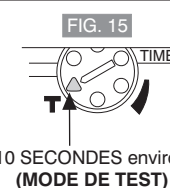
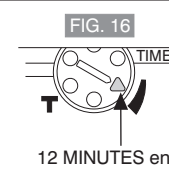

FIG. 15
FIG. 16
- Tourner délicatement dans le sens antihoraire le régulateur de la temporisation (**TIME**) et celui de la luminosité (**LUX**) jusqu'à l'arrêt (**position de TEST** - FIG. 15 et 17).
- Le réglage de la durée (**TIME**) fixe pour combien de temps la lampe doit rester allumée après la détection d'un mouvement. Tourner le bouton **TIME** en sens horaire pour augmenter (jusqu'à peu près 12 minutes - FIG. 16) la durée d'allumage des lumières ou en sens antihoraire pour la diminuer (jusqu'à peu près 10 secondes - FIG. 15).
- Drehen Sie vorsichtig den Regler für die Nachlaufzeit (**TIME**) sowie den Regler für die Einstellung der Helligkeit (**LUX**) gegen den Uhrzeigersinn bis zum Anschlag (TEST-Stellung - ABB. 15 und 17).
- Mit der Einstellung der Einschaltdauer (**TIME**) wird festgelegt, wie lange die Lampe leuchten soll, sobald eine Bewegung erkannt wurde. Drehen Sie den Regler **TIME** im Uhrzeigersinn, um die Zeitdauer zu erhöhen (bis zu etwa 12 Minuten - ABB. 16) bzw. gegen den Uhrzeigersinn, um die Nachlaufzeit zu vermindern (bis etwa 10 Sekunden - ABB. 15).